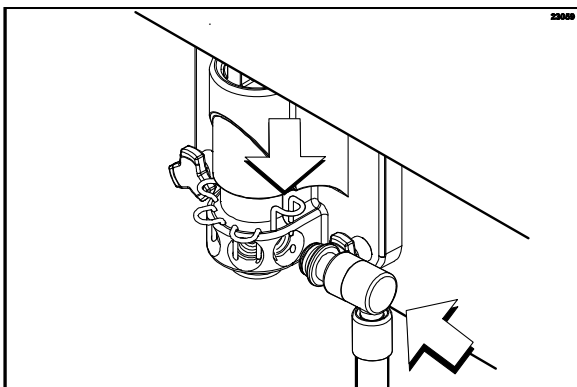

Abbildung 37
28. Die Runddichtung schmieren. Den Sirupventilhalter anheben. Das Sirupventil einbauen. Den Sirupventilhalter nach unten drücken, so dass er das Ventil festhält. **Diesen Vorgang an den übrigen Sirupventilen wiederholen.** (Siehe Abbildung 37.)